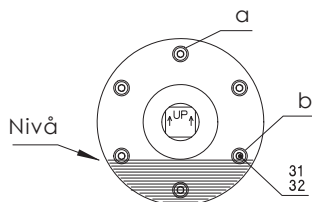

Fig. 3a
5. Fyll på trummotorn med den rekommenderade typen och mängden olja. Oljenivån ska ligga precis under skruv **b** (se fig. 3a).
6. Byt ut kopparbrickorna (pos. 32, se sid. 22-24) och byt ut skruvarna.